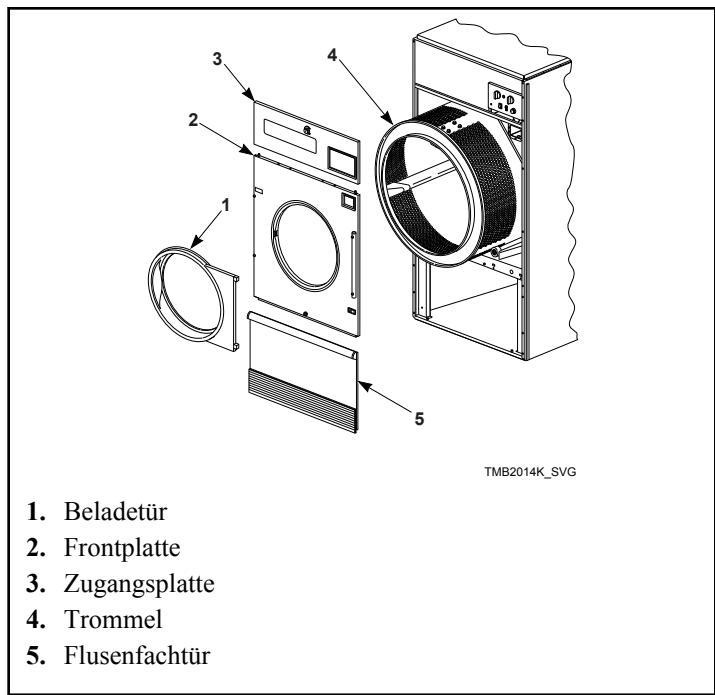

Abbildung 7
5. Die Trommel durch die Vorderseite des Trockners herausziehen. Siehe *Abbildung 7*.